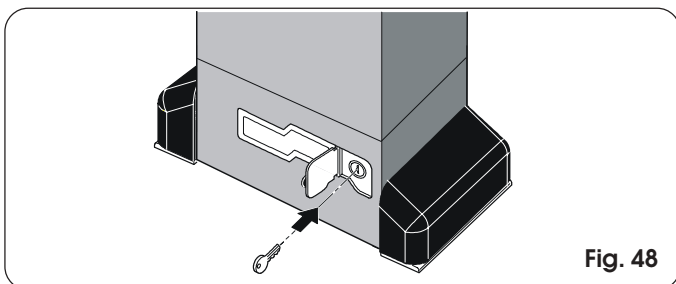

Fig. 48
- 1) Open het beschermeurtje en steek de speciale, bijgeleverde sleutel in het slot (fig. 48).